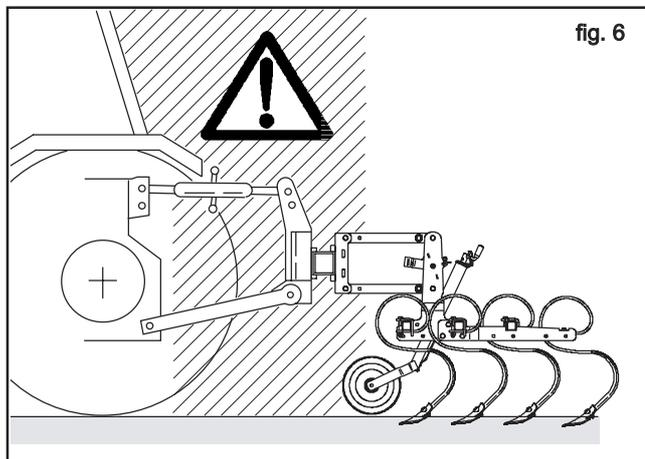

fig. 6
- 25) Es ist strengstens verboten zwischen den Schlepper und den Anschluß zu treten, um die Hubsteuerung von aussen zu betätigen (Abb. 6).
- 26) Es ist strengstens verboten, bei laufendem Motor und eingeschalteter Kardanwelle zwischen Schlepper und Gerät zu treten (Abb.6), ohne zuvor die Feststellbremse gezogen und einen Bremskeil oder einen großen Stein unter die Räder gelegt zu haben.
- (HS): Die Feder in die auf Abbildung 6 dargestellte Position (A, Abb. 7) verstellen und mit dem speziellen Splint blockieren. Die Hackmaschine mit dem Traktor anheben, eine Erhöhung unter die Hackelemente stellen und die Hackmaschine wieder absenken, bis die Elemente (B, Abb. 7) angekuppelt sind.